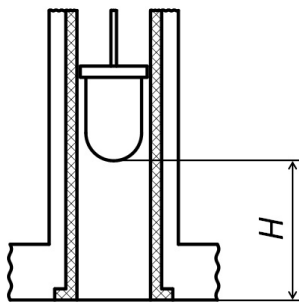

Рисунок 3 – Глубина посадки фотоприемника
6.4.2 В зависимости от высоты установки устройства отрегулируйте глубину установки сенсора Н (рисунок 3) оптического канала 5 в соответствии с таблицей 2.